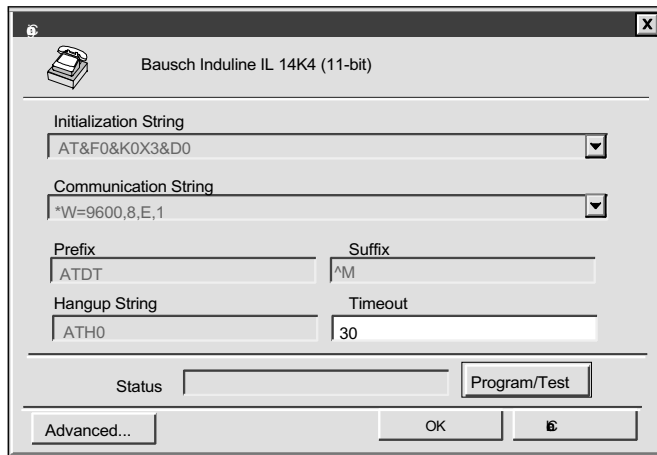

图 7-13 本地调制解调器配置
11. 出现配置 (Configure) 对话框 (图 7-13)。如果正使用预定义的调制解调器，在该对话框中唯一可以修改的是超时框。超时是本地和远程调制解调器建立连接的时间长度。如果连接建立前，用秒表示的超时区的时间已经用完，就会出现连接失败。如果不是使用预定义的调制解调器，必须输入 AT 命令串启动你的调制解调器。请参考你的调制解调器说明书。